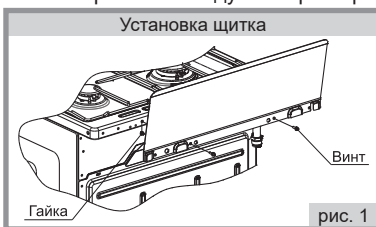

рис. 1
■ Установка щитка на плиту, не укомплектованную крышкой, производить путем крепления к столу двумя винтами и гайками (см. рис. 1). Винты и гайки для крепления щитка находятся в пакете с комплектующими.